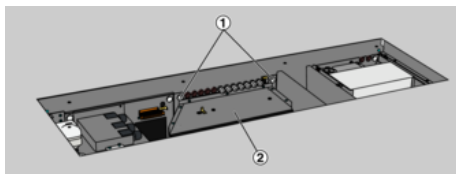

Abb. 47:
7. ▶ Innensechskantschrauben (Abb. 47/1) herausschrauben und die Luftführung (Abb. 47/2) entnehmen.